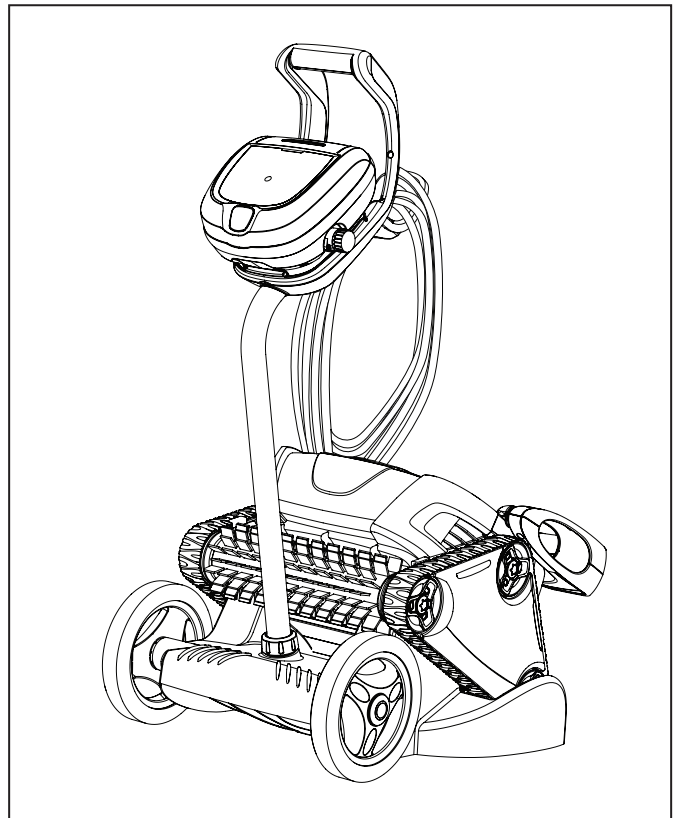

Figura 21. Limpiador guardado correctamente en el carrito
2. Coloque el limpiador en posición vertical en la base del carrito con las pistas traseras en las cuñas al lado del carrito (vea la figura 21).
3. Enrolle holgadamente el cable de alimentación en el limpiador y avance hacia el punto de conexión en la unidad de control. Guarde el cable, enrosándolo alrededor del gancho situado en la parte delantera del carrito (vea la figura 21).